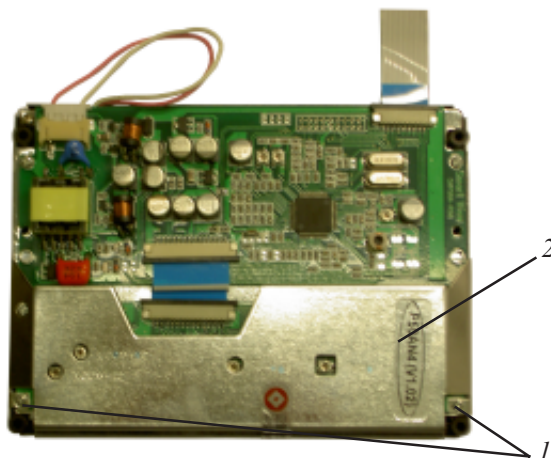

Рис.13.
2. Отвернуть 2 самореза (1) и снять с монитора металлический экран (2) (рис.13).